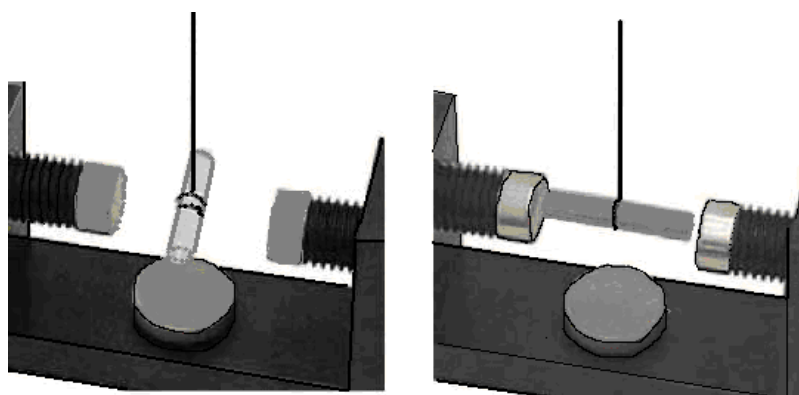

Рисунок 7.4
6. Ослабив винт, который удерживает магниты, и медленно поворачивая магнит, можно продемонстрировать, что стержни по-прежнему соосны с магнитами и что, следовательно, это положение не может быть отнесено к положению покоя, возникающему механически (из-за перекрученных нитей) (рис.7.4).